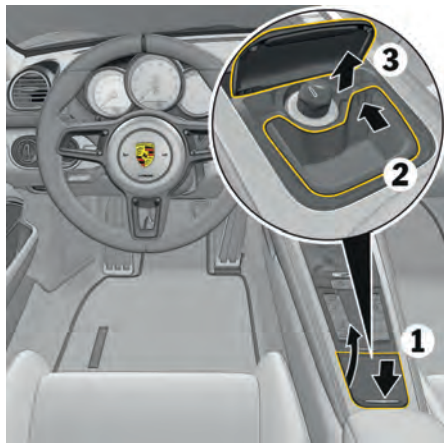

Fig. 132 : Ouverture et vidage du cendrier
1. Appuyez brièvement sur le couvercle du cendrier (fig. 132, 1).
2. Poussez vers l'avant l'insert du cendrier en haut à droite pour le déverrouiller jusqu'à ce qu'il se désengage de manière perceptible (fig. 132, 2 et 3).